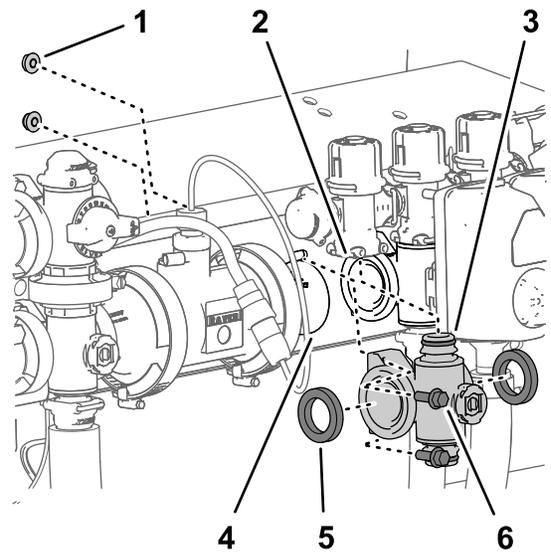

Figura 108
4. Para os coletores da válvula da secção esquerdo ou direito, retire os dois parafusos de cabeça flangeada (¼ pol. x ¾ pol.) e as duas porcas de bloqueio flangeadas (¼ pol.) que prendem o coletor da válvula de secção ao suporte da válvula (Figura 108).
5. Mova o coletor da válvula de secção e as juntas para baixo para haver espaço para a válvula de distribuição da secção e depois afastando da máquina (Figura 108).